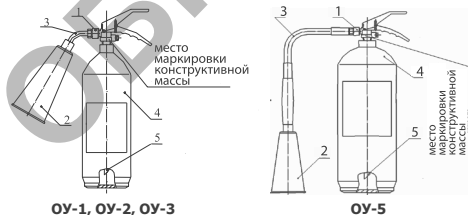

Рисунок 1
4.1 Конструкция огнетушителей на рис. 1. Огнетушители состоят из корпуса 4, в горловину с резьбой W19,2 которых ввернуто ЗПУ с сифонной трубкой 5. К выходному отверстию ЗПУ с резьбой M16x1,5 огнетушителей ОУ-1, ОУ-2, ОУ-3 подсоединяется распылитель, состоящий из выкидной трубки 3 и раструба 2, а ОУ-5 – из гибкого шланга 3 и раструба 2.